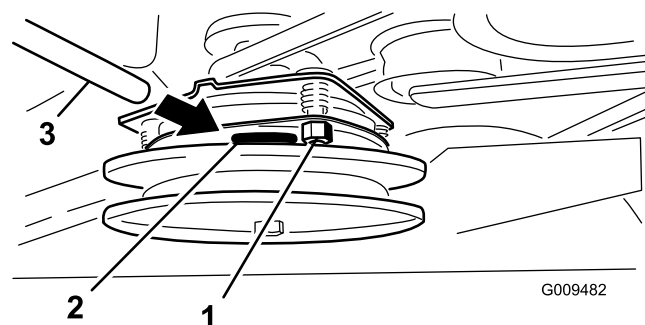

図 61
- 調整が必要な場合は、0.381 mm のすきまゲージを使い、3ヶ所の調整スロットそれぞれで調整する。すきまゲージがかかるくはさまれるがまだ楽に動かせる程度までロックナットを締め付ける（図 61）。